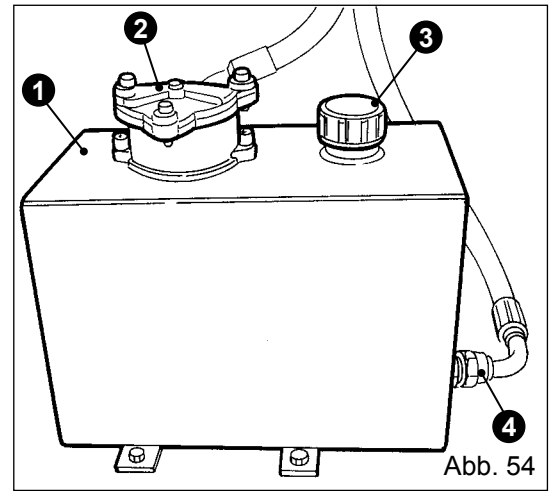
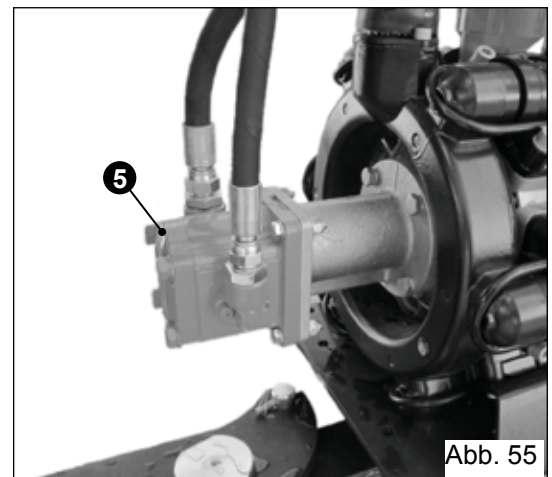

Abb. 54
Abb. 55
Auf der Maschine können ein Tank (1), ein Filter (2) (Abb. 54) und eine Hydraulikpumpe (5) (Abb. 55) vorhanden sein, die mit dem Flansch hinter der Hauptpumpe der Maschine angebracht ist.